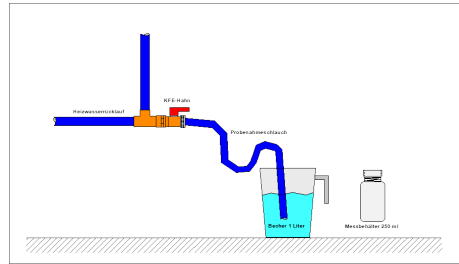

Bild 1
4. Beim Entnehmen der Probe achten Sie darauf, den Sauerstoffeintrag so gering wie möglich zu halten. Dies ist möglich, indem Sie einen kurzen Schlauch am Probebehälter anschließen und s-förmig in das Messgefäß führen (sh. Bild 1). Bitte beachten Sie, dass, je nach Anlagengröße, der Vorlauf (ca. 1-2 Liter) nicht als Probe geeignet ist.